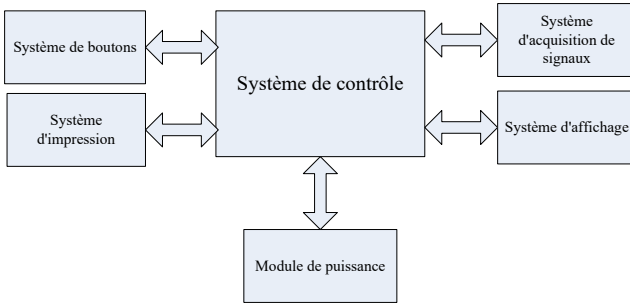

Figure 4-1 Schéma fonctionnel de l'unité de commande
(2) Le schéma de principe est présenté à la figure 4-1.